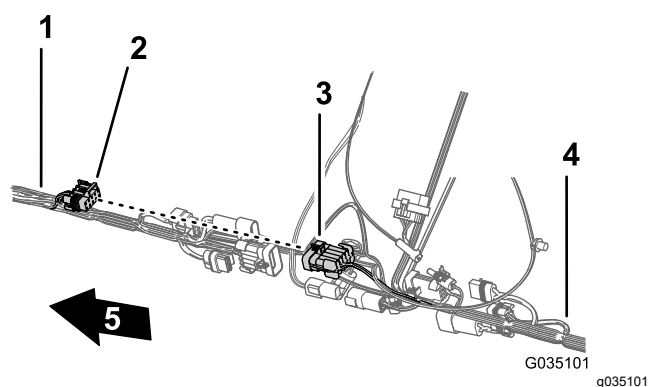

図 73
2. 散水ハーネス相互接続用のフロントハーネスの10ソケットコネクタを、散水ハーネス相互接続用のリアハーネスの10ピンコネクタに接続する (図 73)。